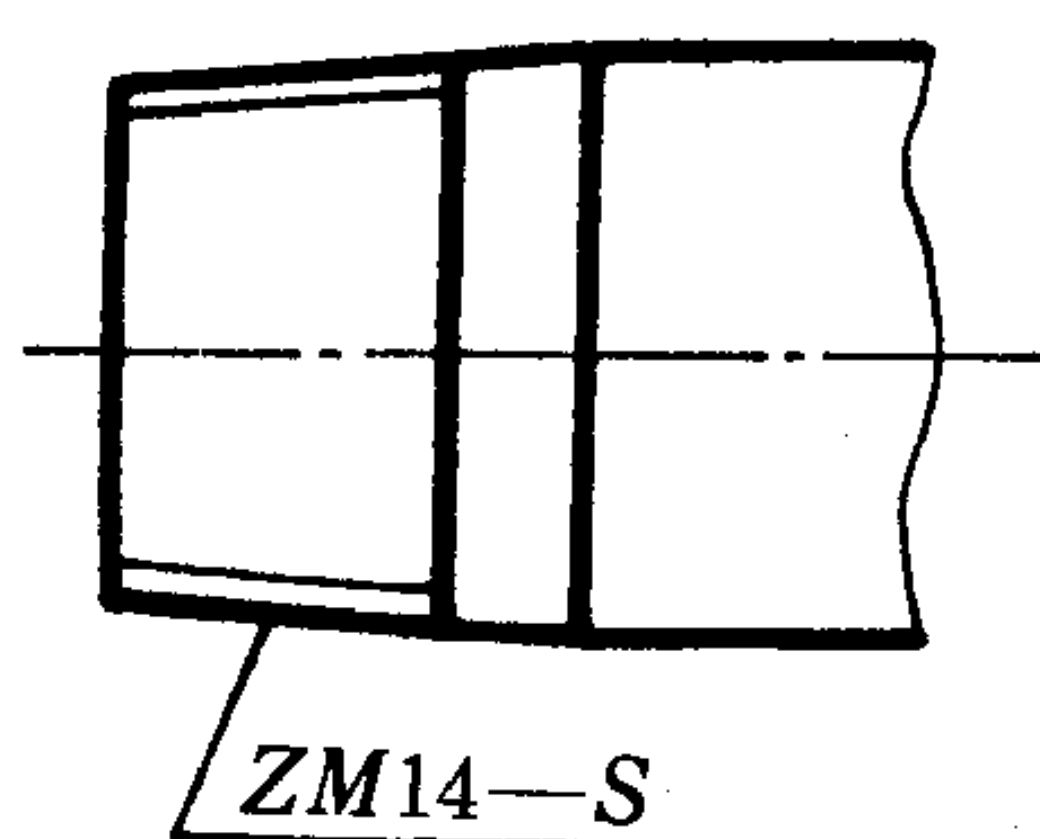
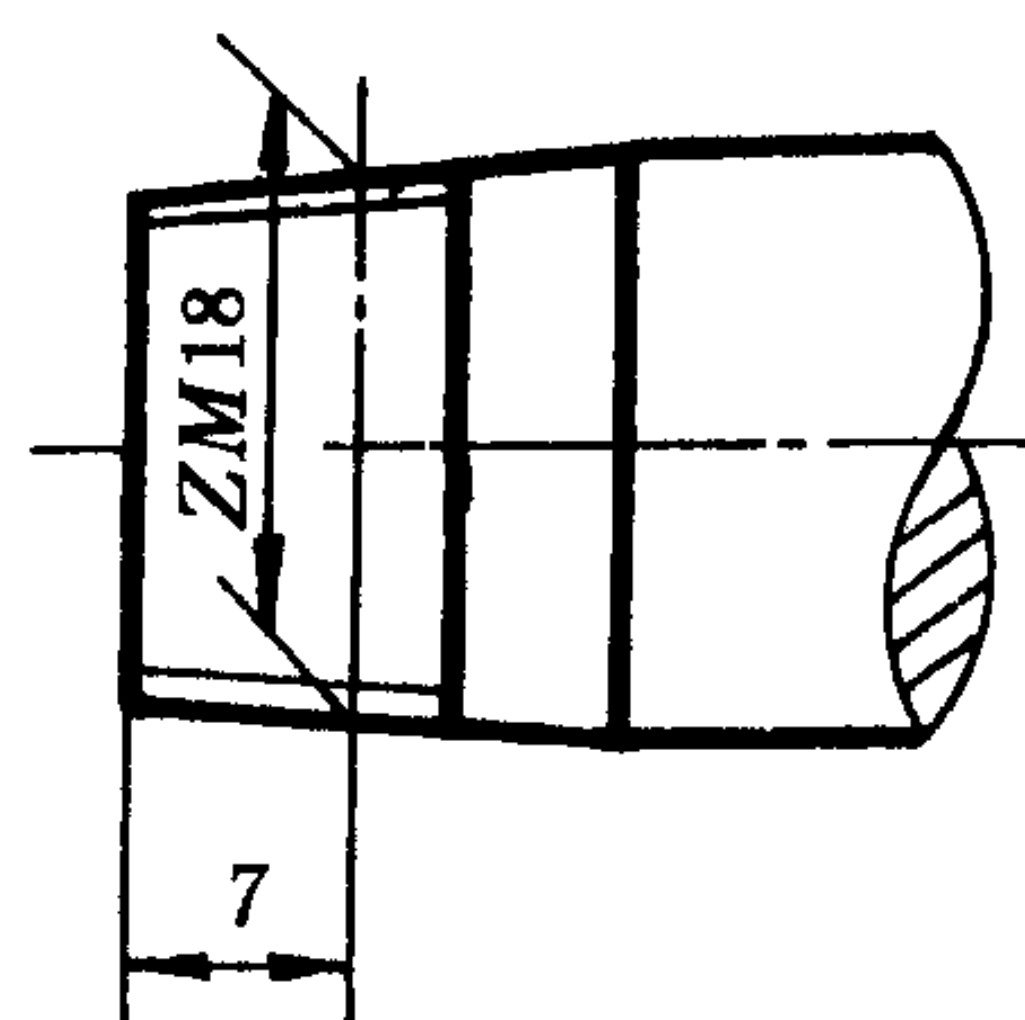

图 22
图 23
4.4 米制锥螺纹,其标记一般应注在引出线上,引出线应由大径(图 22)或对称中心处引出。也可以直接标注在从基面处画出的尺寸线上(图 23)。